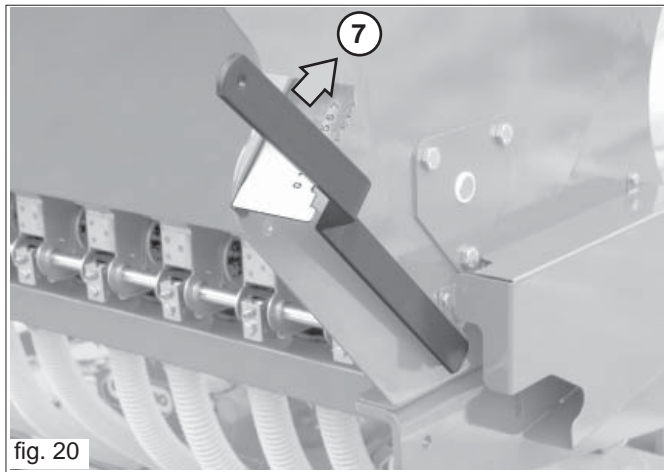

fig. 20
- Para grandes cantidades se aconseja utilizar la manivela colocada sobre la transmisión para girar el eje agitador, se controla así la cantidad que se está descargando; si se deben descargar pequeñas cantidades, mover la palanca del dosificador en una posición que sea superior a 7 (Fig. 20).